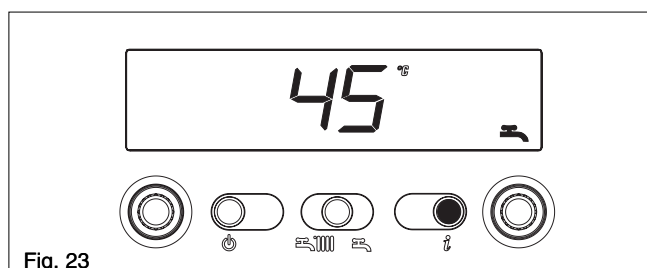

Fig. 23
- Info 4** DHW temperature set (fig. 23).